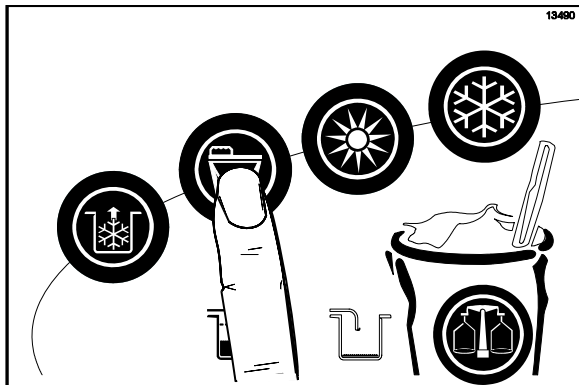

Abbildung 158
11. Das Reinigungssymbol  antippen. Die Desinfektionslösung im Gefrierzylinder umspült nun alle Bereiche des Gefrierzylinders. (Siehe Abbildung 158.)